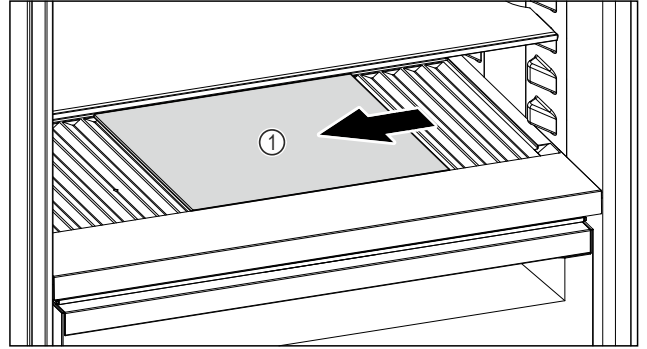

Fig. 252
- Siirrä lasilevy Fig. 252 (1) vasemmalle, keskelle tai oikealle.